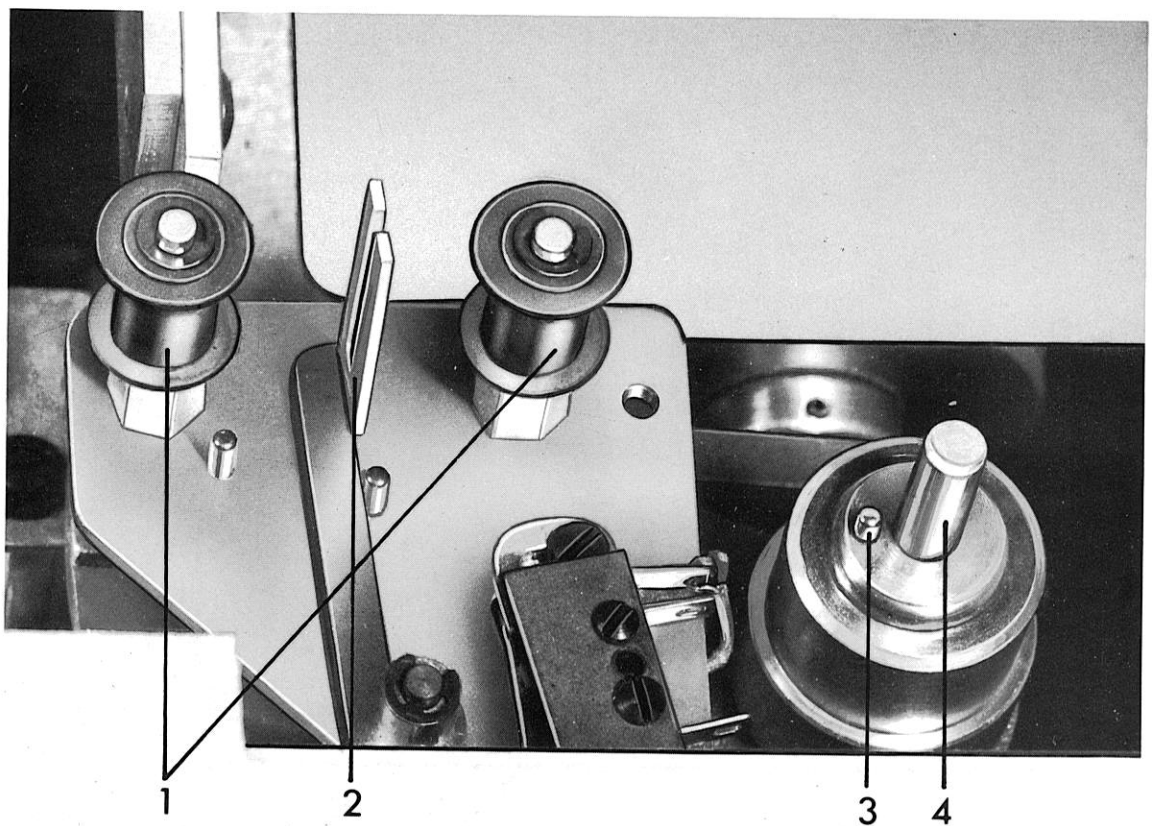

Abb. 6 Farbbandführung, Detail
- Die Spulen müssen fest auf ihrer Achse sitzen. Die Mitnehmerstifte müssen in eine der drei Bohrungen der Spulenkörper einrasten. (siehe Abb. 6)